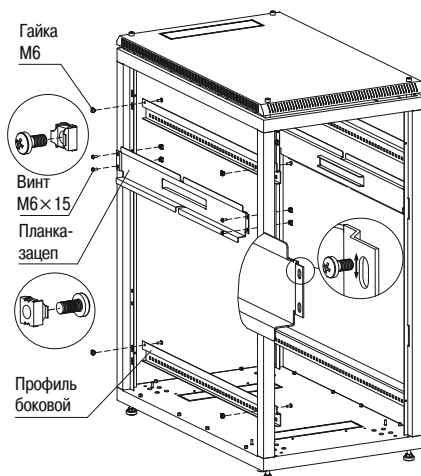

Рисунок 6 – Установка боковых профилей
3.1.6 Для закрепления профилей боковых и планок-зацепов на стойках вставьте гайки М6 в квадратные отверстия стоек, закрепите винтами М6×15 с полукруглой головкой (рисунок 6). В шкафах высотой свыше 27 U предусмотрено три пары профилей боковых.